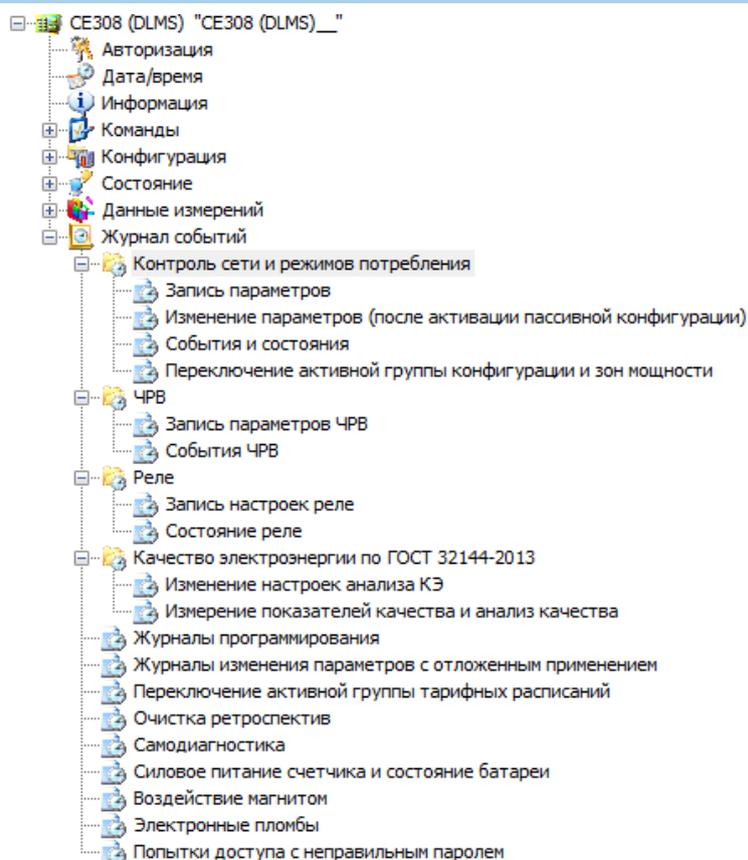

Рисунок 231 – Раздел «Журналы событий»
6.18.8 В AdminTools чтение данных журналов доступно в разделе «Журнал событий» (см. рисунок 231).